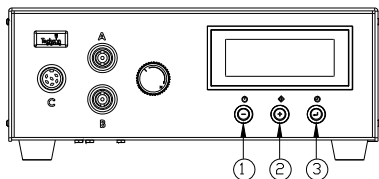

Abb. 9.0
5.5 ZYKLENZÄHLER (Siehe Abb. 9.0)
1. Halten Sie die Taste "Set" (3) zwei Sekunden gedrückt, um in die Setup-Anzeige zu wechseln.
2. Modustaste (2) und Taste "Set" (3) gleichzeitig drücken, um den Zähler zurückzustellen.
3. Halten Sie die Taste "Set" (3) zwei Sekunden gedrückt, um die Setup-Anzeige zu verlassen.
5.6 DRUCKEINHEITEN-ANZEIGE ÄNDERN (Siehe Abb. 9.0)